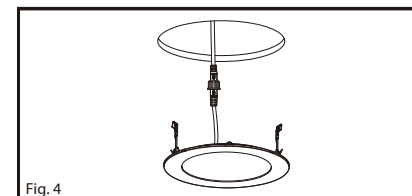

Fig. 4
7. Tirez les pinces à ressort de l'appareil vers le haut et à travers la découpe. Les clips à ressort doivent se fermer au-dessus du plafond et sécuriser le panneau LED encastré en place. (Fig. 4)